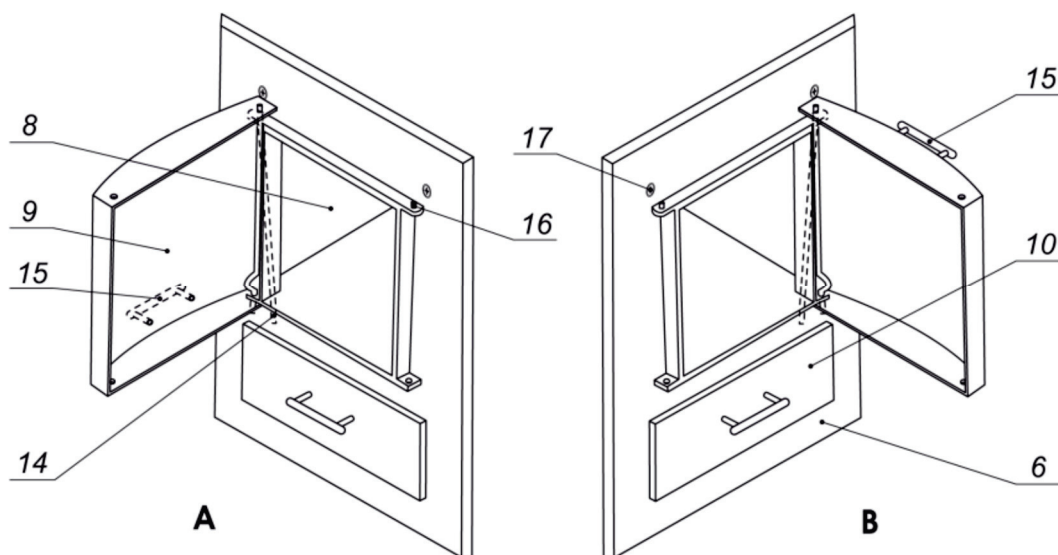
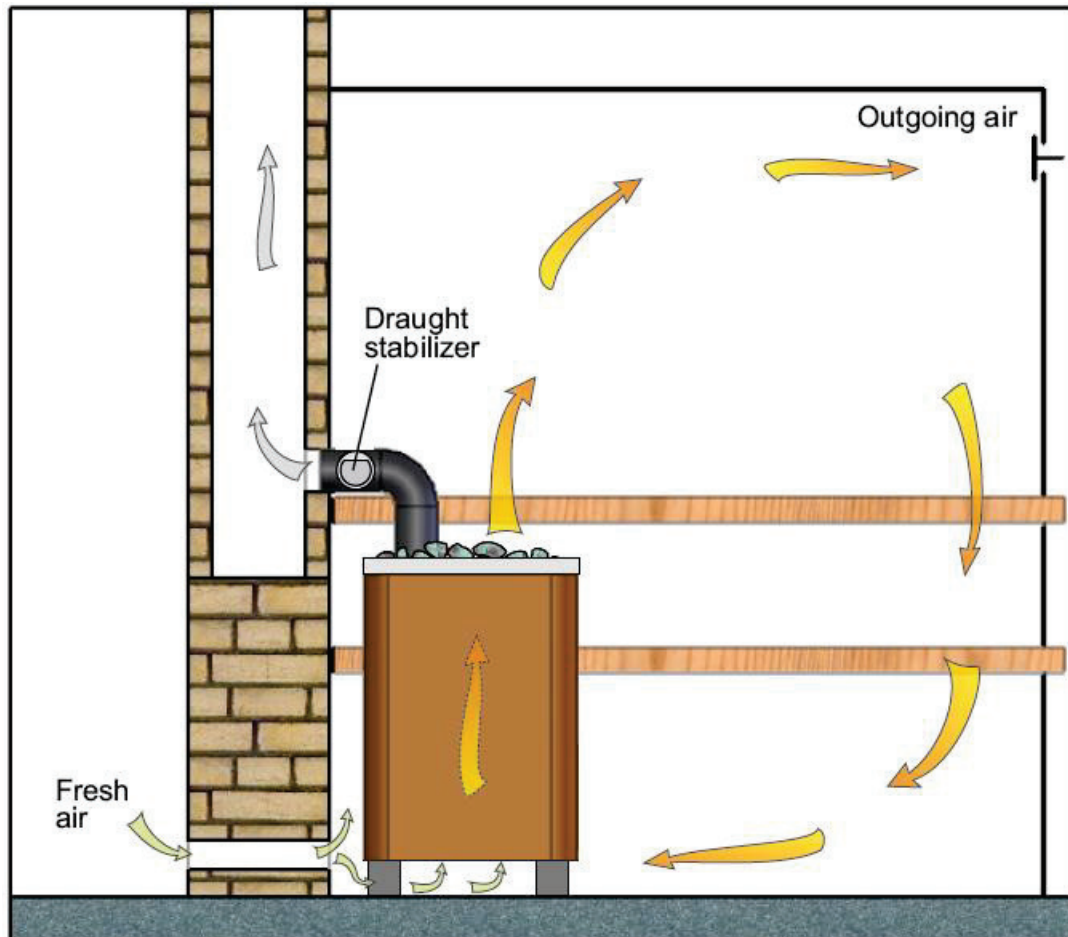

Bild 3 – Türanschlag
Bild 5 - Empfohlenes Belüftungssystem
- Vor dem Feuerraum muss eine nicht brennbare Unterlage von 500 x 800 mm vorhanden sein (siehe Bild 5).
- Die Mindestabstände zwischen den Wänden und der Decke des Ofens und der Sauna sind in Bild 5 dargestellt. Die empfohlenen Abmessungen der gemauerten Wand sind in Bild 3 dargestellt.